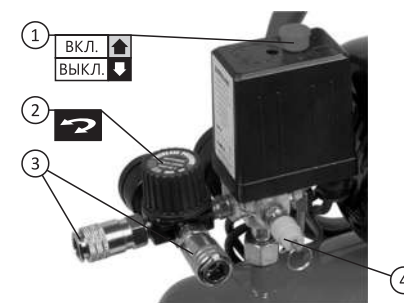

Рис. 4. Положения мембранного переключателя при запуске и регулировка давления редукционным клапаном
4. Откройте выпускной клапан, установите кнопку мембранного переключателя (прессостата) в положение ВКЛ. (рис. 4) и запустите компрессор на 10 мин. в свободном режиме, чтобы убедиться, что все движущиеся детали достаточно смазаны перед очередной эксплуатацией.
6. Давление сжатого воздуха на выходе может регулироваться редукционным клапаном. Потяните вверх ролик редукционного клапана на 81-140, (на других компрессорах поднимать ролик не нужно) и вращайте его по часовой стрелке, чтобы повысить давление (рис. 4).